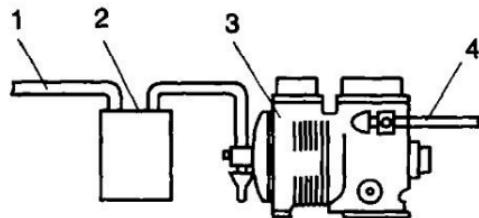

Рис. 20. Схема монтажа отделятеля жидкости на всасывающем трубопроводе:
4.4.2. Если в компрессор попадает жидкий хладагент, то температура корпуса компрессора сильно снижается и на нем происходит конденсация влаги или образуется слой льда. Это явление возникает при избыточной зарядке системы хладагентом (особенно системы с капиллярной трубкой), слишком низкой уставке перегрева ТРВ, чрезмерно открытом автоматическом регулирующем вентиле или нежелательной нагрузке на испаритель. Необходимо устранить причины, вызывающие эти неисправности. Если возникают трудности, то для предотвращения попадания жидкого хладагента в компрессор на всасывающем трубопроводе устанавливают отделитель жидкости (рис. 20). Для уменьшения притока жидкого хладагента в картер